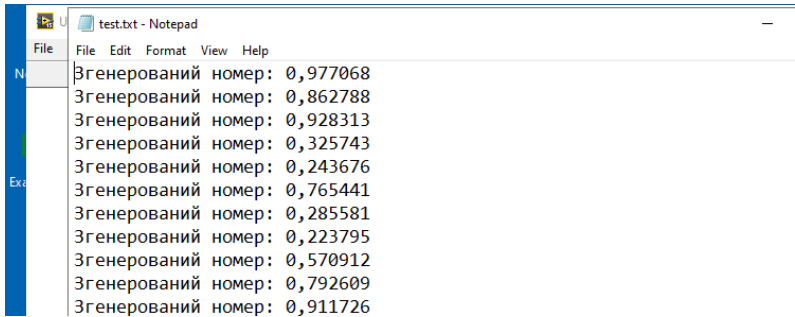

Рис.6.5. Текстовий файл з даними
11. На блок діаграмі відкрити створений файл test.txt. запустити програму та почекати декілька секунд, зупинити кнопкою аварійної зупинки циклу та перевірити чи відбувся запис до текстового фалу, приклад файлу з записом зображений на рис.6.5.